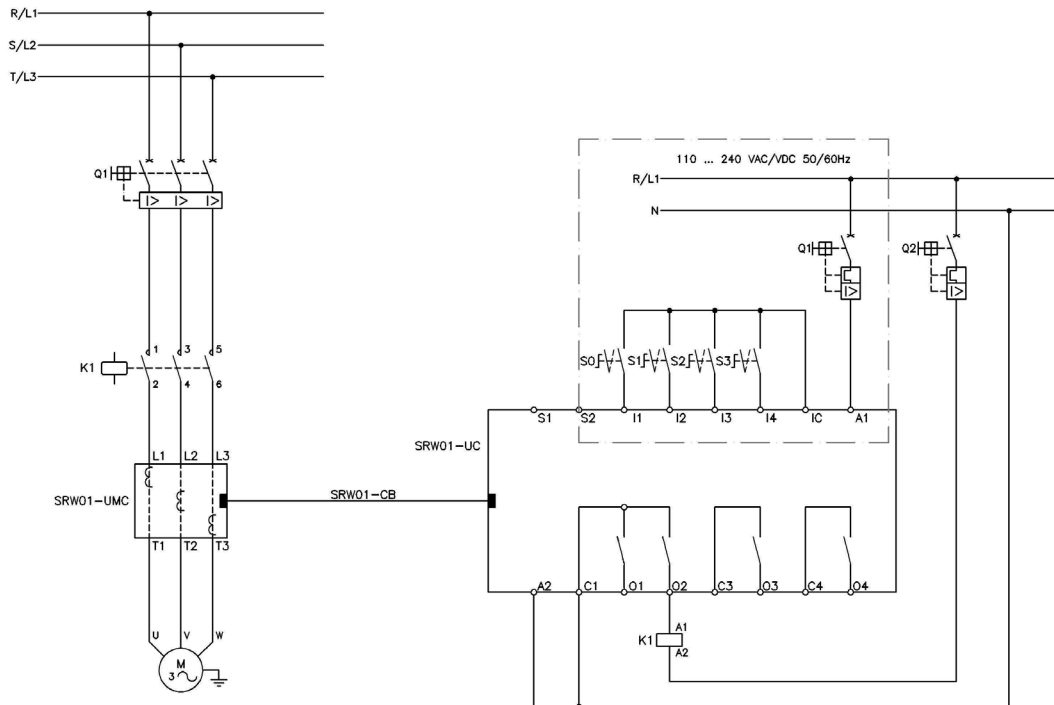

Figura 5.4 - Esquema de conexión para el Modo de Operación Relé de Sobrecarga utilizando entradas digitales en 24 Vcc
El esquema de la figura 5.4 presenta un ejemplo de la utilización de la Unidad de Control (UC), en el modo de operación Relé de Sobrecarga donde las entradas digitales I1 a I4 accionadas en 24 Vcc, y las salidas digitales O3 y O4 pueden ser utilizadas conforme la necesidad del usuario.